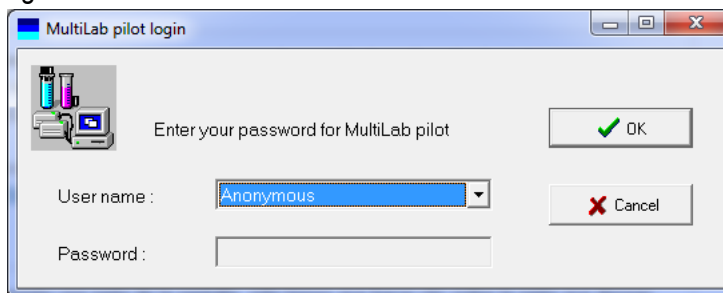

Figura 1. Ventana inicial del programa MPPS
- e) Se abre el programa MPPS. El pide una clave, no se escribe ninguna y se presiona Ok. Ver figura 1.